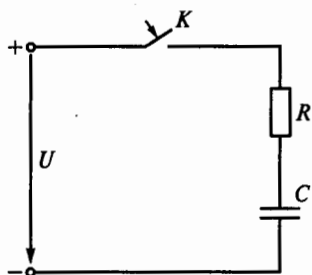

Рис. 150
**4.19.** Во время заряда конденсатора по схеме, показанной на рис. 150, в резисторе  $R$  электрическая энергия превращается в тепло. Как соотносится эта энергия  $W_R$  с энергией заряженного конденсатора  $W_C$ ?